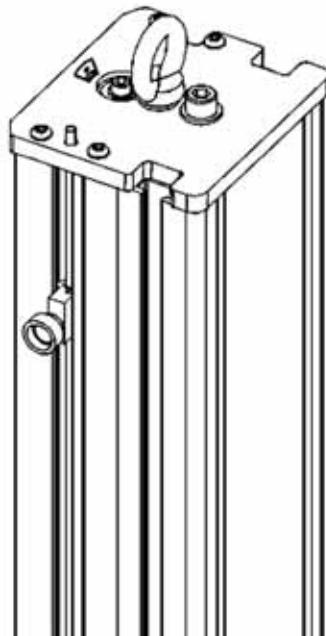

図 10. フレーム持ち上げ用のアイボルト
- クレーンのフックをフレーム コラム 60 ページの図 10 上部のアイボルトに差し込みます。
一部のシステムでは、発送前にアイボルトが外されています。試験機にアイボルトがない場合は、封印されていない箱の内部の包装材料に包装されています。通常は、システムのドキュメントを含む箱です。アイボルトを、60 ページの図 10 に示されているように、フレームコラムの上端にねじ込んでください。